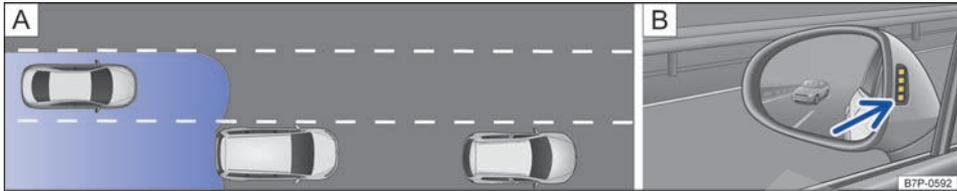
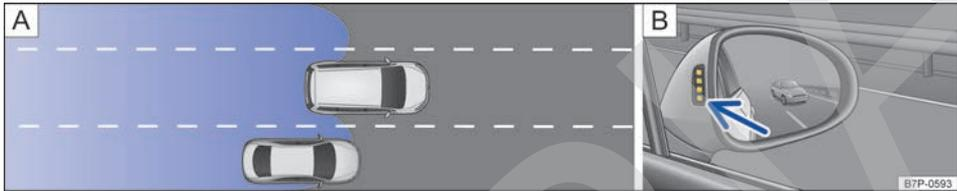

Fig. 209 **A** Situación en un adelantamiento con tráfico en la parte trasera. **B** Indicador óptico en el retrovisor exterior izquierdo.
Fig. 210 **A** Situación en un adelantamiento e incorporación posterior al carril derecho. **B** Indicador óptico en el retrovisor exterior derecho.
En las siguientes situaciones se enciende el indicador en el retrovisor exterior → **fig. 209 B** (flecha) o → **fig. 210 B** (flecha):
- Cuando se es adelantado por otro vehículo → **fig. 209 A**.
- Cuando se adelanta a otro vehículo → **fig. 210 A** con una diferencia de velocidad de aprox. 15 km/h (9 mph). Si el adelantamiento es considerablemente más rápido, el indicador no emite ninguna señal.